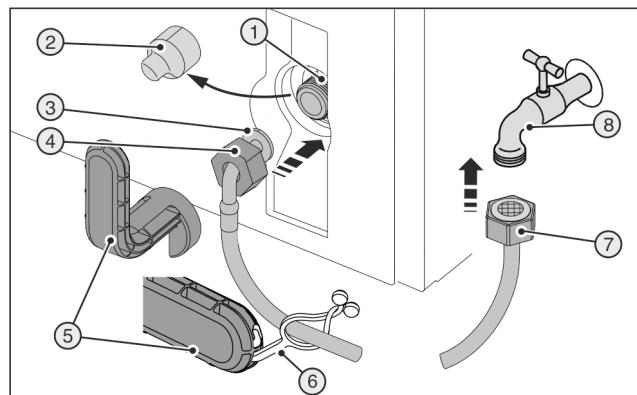
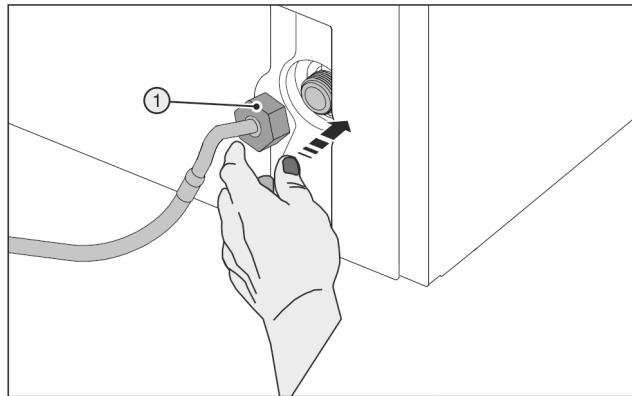

Fig. 45
Fig. 46
¡Rotura de una herramienta auxiliar Fig. 45 (5)!
- Utilice la herramienta auxiliar Fig. 45 (5) exclusivamente a temperatura ambiente.
- Retire la cubierta Fig. 45 (2).
- Se ha facilitado el montaje: coloque el extremo recto de la manguera Fig. 45 (7) hacia la izquierda sobre el suelo.
- Deslice la tuerca Fig. 45 (4) sobre el extremo de manguera acodado Fig. 45 (3) hasta el final y sujetela.
- Coloque la tuerca Fig. 46 (1) con cuidado y atorníllela en la rosca con los dos dedos hasta lograr un asiento seguro.
- Apriete la tuerca Fig. 46 (1) con la herramienta auxiliar Fig. 45 (5) en el sentido de las agujas del reloj hasta que se alcance el par máximo y la herramienta auxiliar Fig. 45 (5) sobregire.
- Atornille la tuerca Fig. 45 (7) en el grifo de cierre Fig. 45 (8).
- Apriete la tuerca Fig. 45 (7) con la herramienta auxiliar Fig. 45 (5) en el sentido de las agujas del reloj hasta que se alcance el par máximo y la herramienta auxiliar Fig. 45 (5) sobregire.
- Abra el grifo de cierre Fig. 45 (8) de la alimentación de agua y compruebe la estanqueidad de todo el sistema de agua.
- Enganche la lengüeta Fig. 45 (6) en la herramienta auxiliar Fig. 45 (5) y fíjela en la manguera de acero inoxidable para su conservación.